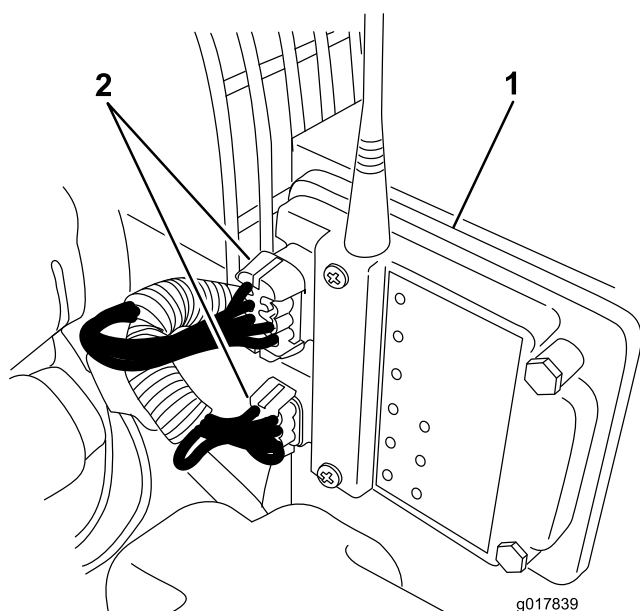

Figura 1
2. Desligue os conectores de cablagem do receptor (Figura 1).
3. Retire os (3) parafusos e porcas que prendem o receptor à estrutura do soprador (Figura 1). Retire o receptor.